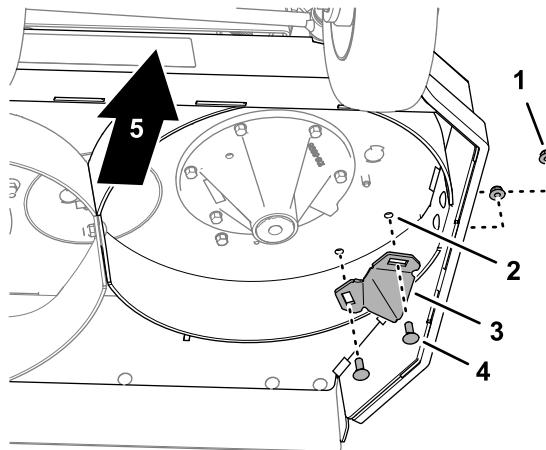

**Bild 8**
2. Setzen Sie die beiden Bundkopfschrauben ( $\frac{3}{8}$ " x 1") in die 10 mm Löcher im Mähwerk (Bild 8) ein und sichern Sie die Schrauben mit den beiden Sicherungsbundmuttern ( $\frac{3}{8}$ "), die Sie in Schritt 1 entfernt haben.